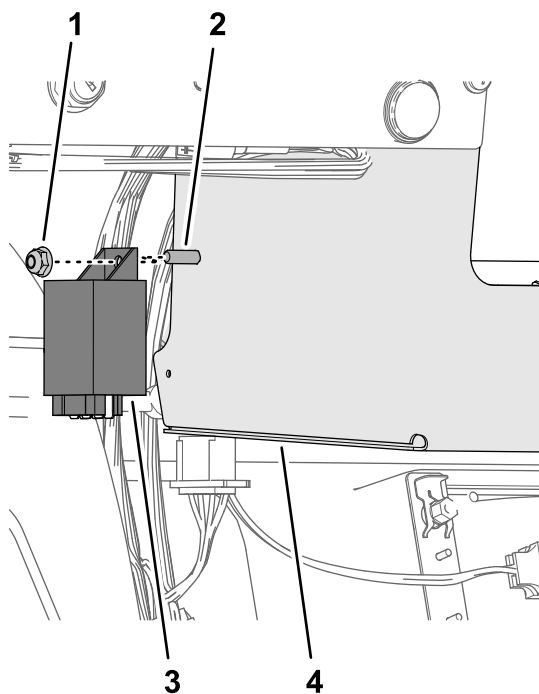

Figura 21
4. Monte el módulo de intermitencia CE en el perno con arandela prensada con una contratuerca con arandela prensada ($\frac{1}{4}$ "), y apriete a mano (Figura 21).